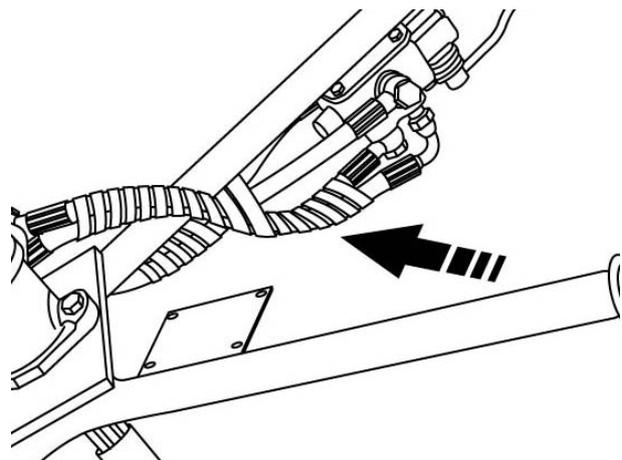

Fig.3.5.2
2. Guaine di protezione sui flessibili di mandata e di ritorno che collegano il distributore idraulico del trattore con il motore oleodinamico dell'avvolgitore. (Fig.3.5.2)